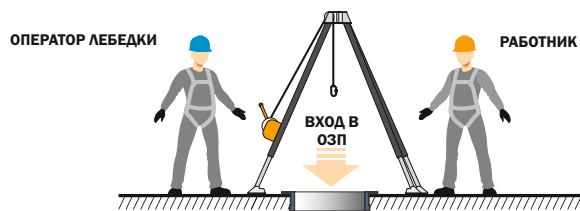

Рис. 12 Установка треноги в вертикальное положение.
4. Установить треногу в вертикальное положение, раздвинуть опоры в стороны на необходимый диаметр (**рис. 12**). Соединить опоры цепью, натянув её между ними и соединив её звенья при помощи карабина. В случае провисания цепи необходимо отрегулировать её натяжение.
9. Присоединить СЗВТ карабином класса В к одной из анкерных проушин на головной части треноги. А затем соединить СЗВТ карабином класса Т с точкой крепления на привязи спасателя № 1 с маркировкой «А» (буква «А» должна быть полностью закрашена) (рис. 12) (например, D-образное кольцо на спине).